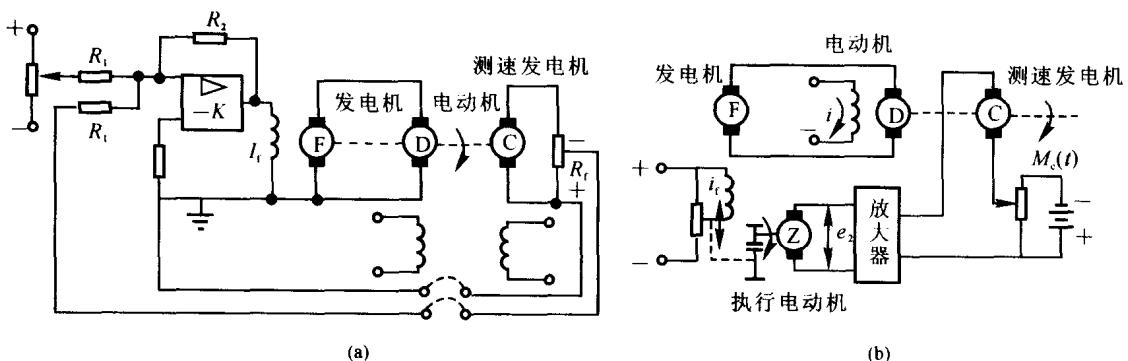
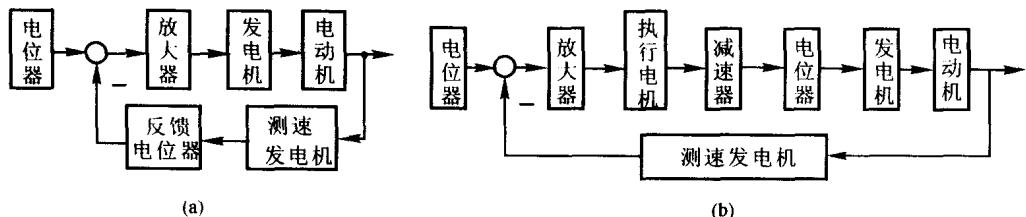

图 1.9 调速系统工作原理图
图 1.10 系统框图
解 (1) 系统框图如图 1.10 所示。图 1.9(a) 正确的反馈连接方式如图 1.9(a) 中虚线所示。